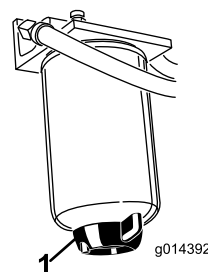

Figure 47
Vidangez chaque jour l'eau ou autres impuretés qui se trouvent dans le séparateur d'eau (Figure 47). Changez la cartouche du filtre toutes les 400 heures de fonctionnement.
2. Dévissez le bouchon de vidange en bas de la cartouche du filtre (Figure 47).